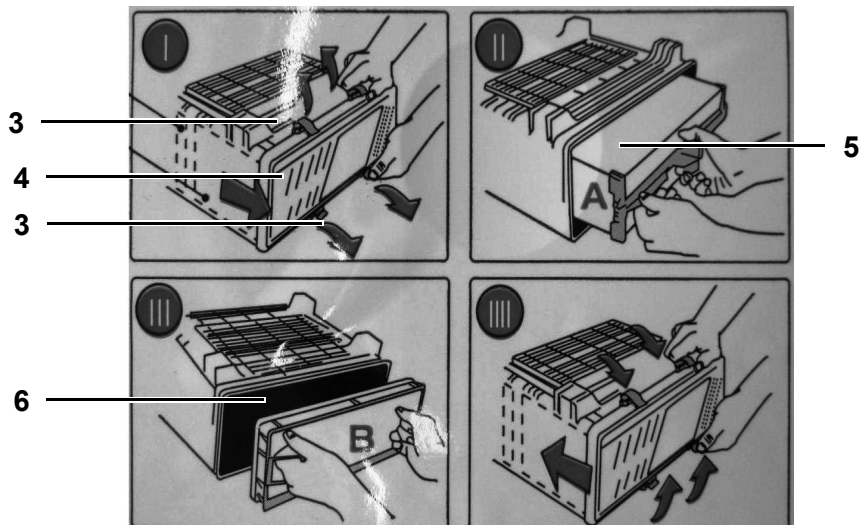

Fig. 10 Substituição do filtro de ar
3	Abra as quatro braçadeiras de trava (3) na Fig. 10 na cobertura do filtro de ar e retire a cobertura do filtro de ar.
4	Puxe o elemento principal, primário (5) na Fig. 10 e o elemento de segurança, secundário (6) na Fig. 10 e descarte-os corretamente.
5	Insira o novo elemento principal, primário (5) na Fig. 10 e o elemento de segurança, secundário (6) na Fig. 10.
6	Fixe a tampa do filtro de ar (4) na Fig. 10 usando as braçadeiras de trava (3) na Fig. 10.